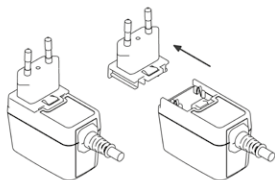

Abb. 4
Der länderspezifische Primäradapter des Netzteils (4) ist austauschbar, wodurch ein weltweiter Einsatz möglich ist. Abb. 3 und Abb. 4 beschreiben die Vorgehensweise zum Wechseln des Steckers.